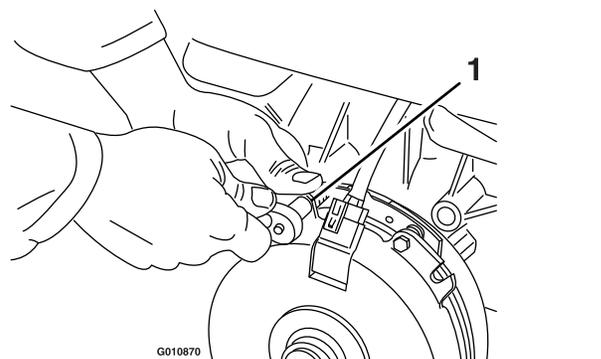

Figure 79
- A. Desserrez les boulons de fixation du frein d'un demi à un tour complet, comme montré à la Figure 79.